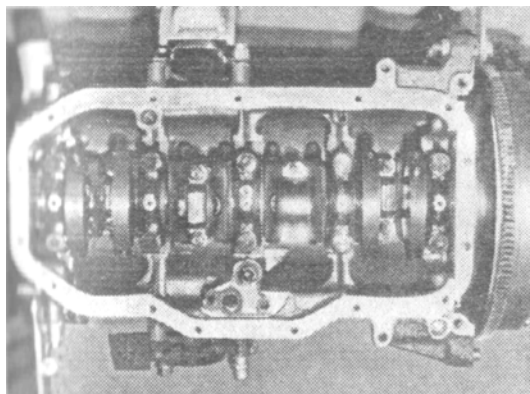

Рисунок 29 – Снятие крышек шатунов
- снять крышки шатунов вместе с вкладышами (рисунок 29);